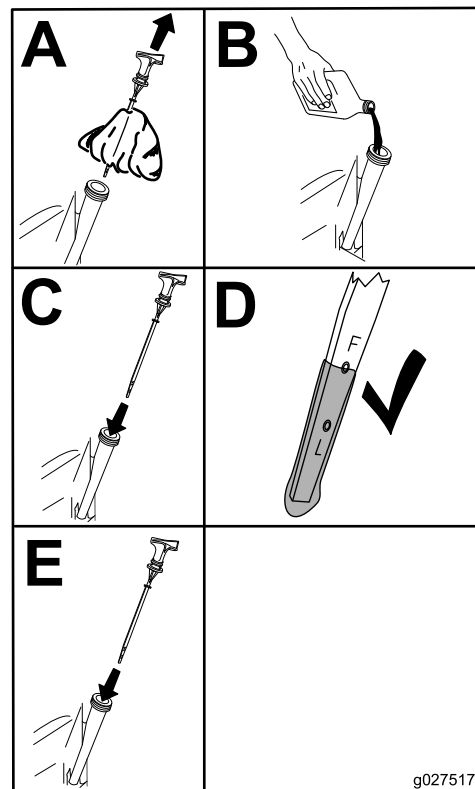

Figura 58
6. Vierta lentamente un 80% aproximadamente de la cantidad especificada de aceite por el tubo de llenado (Figura 58).